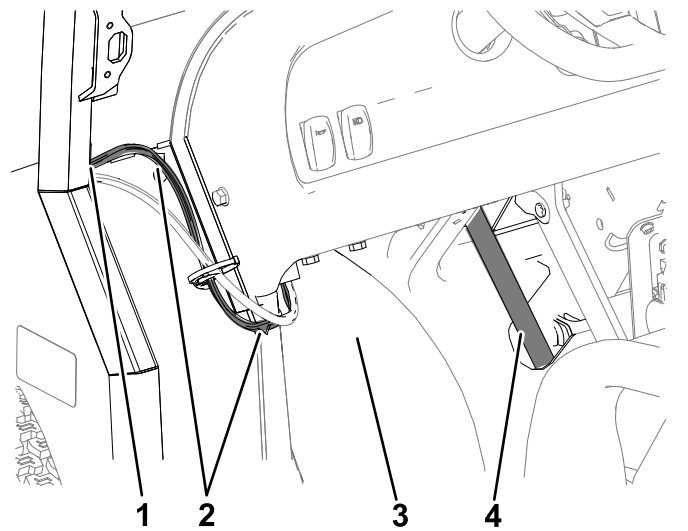

Figuur 43
1. Leid aan de dakconsole de kabelboom voor de sproeiervloeistofpomp (Figuur 43) naar links en langs de zijkant van de slang die u hebt gemonteerd in De slang leiden (bladz. 17).